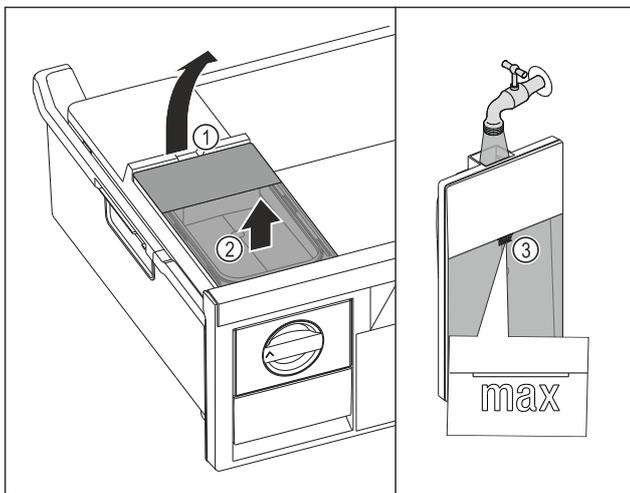

Fig. 103
- ▶ Soulever le réservoir d'eau par l'encoche Fig. 103 (1).
- ▶ Retirer le réservoir d'eau par le haut. Fig. 103 (2)
- ▶ Remplir le réservoir d'eau potable jusqu'au repère Fig. 103 (3).